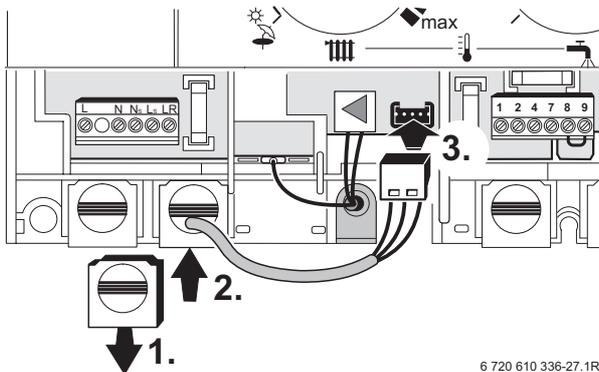

Fig. 23
- ▶ Infilare il cablaggio corto (solo UPE 15-60) del circolatore nel passacavo della morsettiere principale della caldaia, fig. 23.
- ▶ Collegare il suo connettore come da fig. 23.